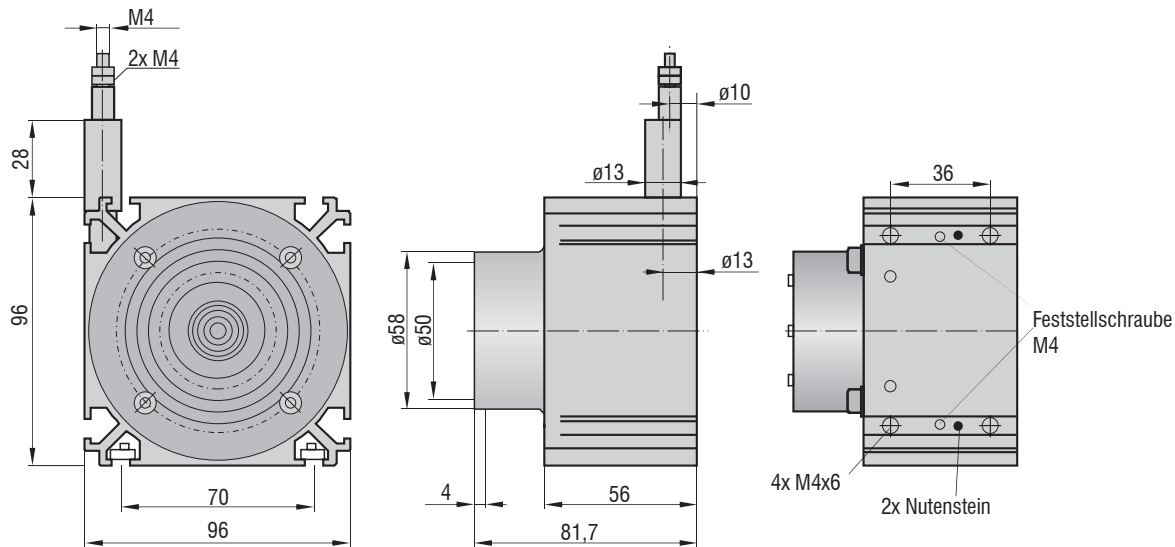

Abb. 3 Baureihe WDS-P96-M, Abmessungen in mm, nicht maßstabsgetreu
- Baureihe P96: 4x M6 DIN 931 und 2 Nutensteine, siehe Abb. 3.